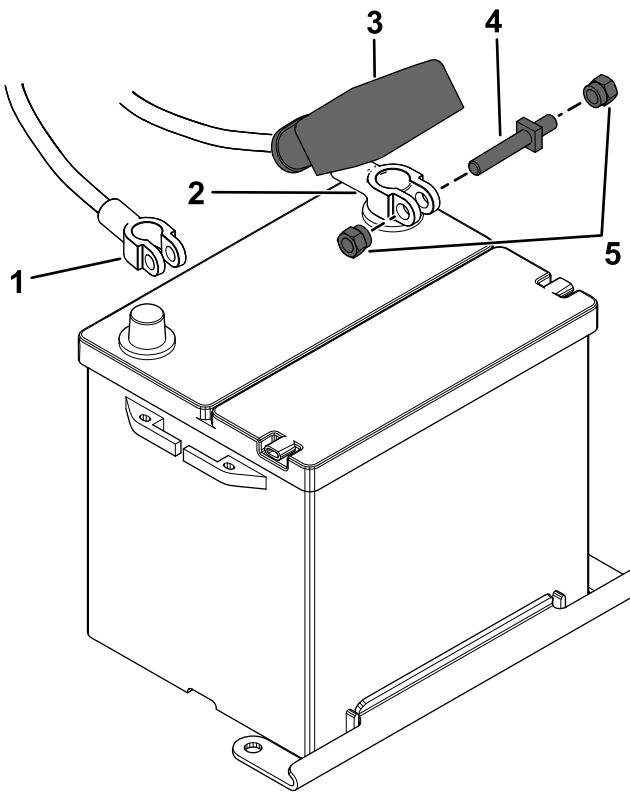

Figure 107
1. Débranchez les câbles de la batterie (Figure 107).
2. Rebranchez les câbles de la batterie (Figure 107).